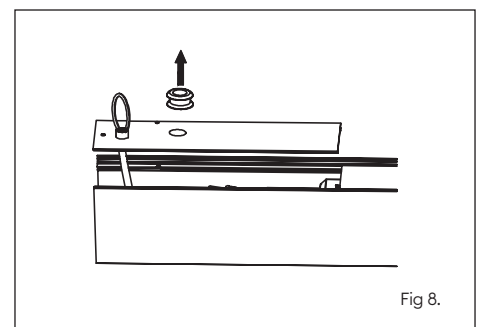

Fig 8.
6. Retirez le presse-étoupe et installez le presse-étoupe PG afin d'appliquer une décharge de traction au câble (fig. 8 et 11).